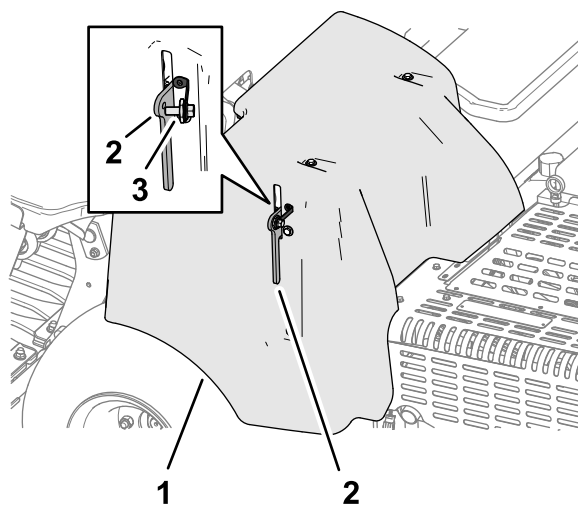

Figura 136
4. Si su máquina tiene una trabilla (CE) en el cierre de la cubierta de las correas, enrosque el perno de la trabilla en el orificio del cierre de la cubierta y apriete el perno (Figura 136).